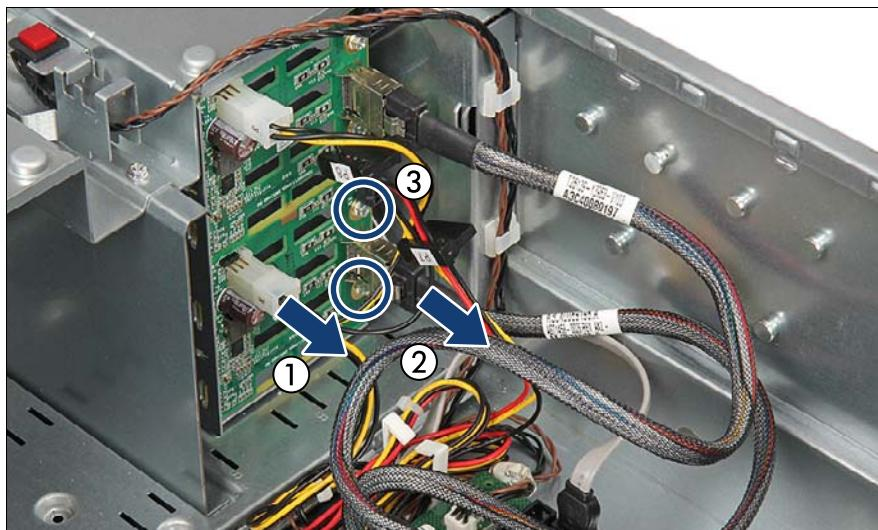

図 49: ケーブルの取り外し
- ▶ SAS/SATA バックプレーンを、やや傾けながらケージの 2 つのガイドに合わせます (1)。
- ▶ SAS/SATA バックプレーンを倒します (2)。
- ▶ SAS / SATA バックプレーンを 2 本のネジで固定します (図 49 を参照)。